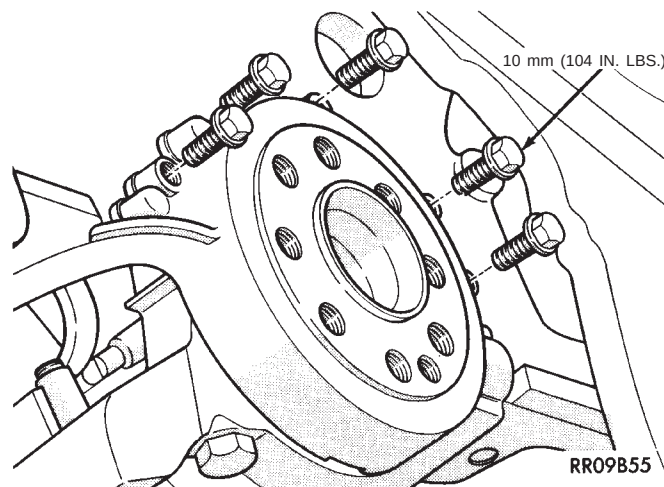

Abb. 68 Hinterer Wellendichtring
- (2) Halter des hinteren Wellendichtrings zusammen mit dem Dichtring ausbauen (Abb. 68).
- (3) Hauptlagerdeckelschrauben aus der Grundplatte gleichmäßig herausdrehen. Untere Lagerschalen ausbauen und für den Wiedereinbau kennzeichnen.